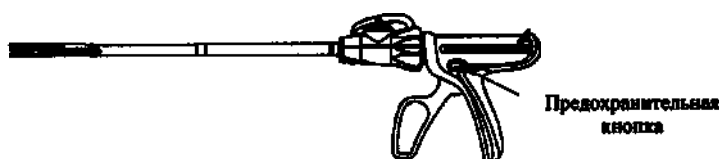

Рисунок 4
5. После фиксации удерживайте зажим в закрытом состоянии в течение 15 секунд. Нажмите на предохранительную кнопку с любой стороны рукоятки степлера. Тогда подвижная рукоятка вернётся на место для осуществления разреза и скрепления (Рисунок 4).